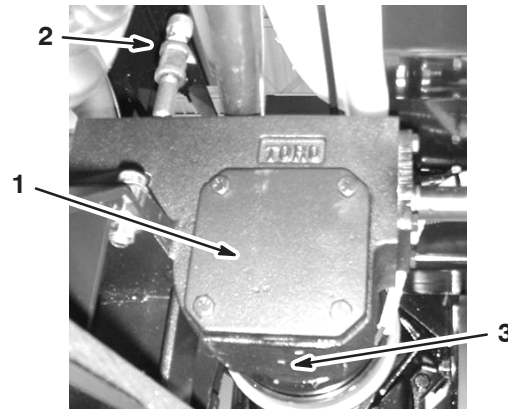

Bild 49
3. Nehmen Sie den Füllschlauchstöpsel und die Ablassschraube ab (Bild 49), damit das Öl in die Wanne ablaufen kann.